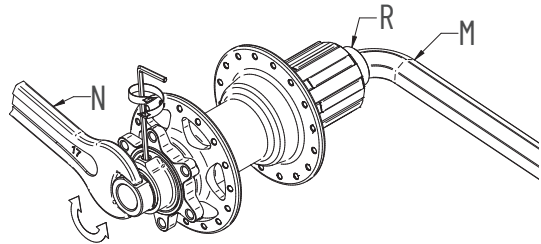

FIG. 6
- Inserite una chiave a brugola da 12 (M) sul lato destro del mozzo (Fig. 6).
- Bloccate lo scontro mobile (O) con chiave tradizionale (N) a 15 Nm (Fig. 6).
- Se necessario effettuare una registrazione del mozzo agendo sulla ghiera (H) (Fig. 6).
- Allentate il grano (I) con una chiave a brugola da 2mm (L) (Fig. 6).
- Richiudete il grano (I) a 1,5 Nm (Fig. 6).